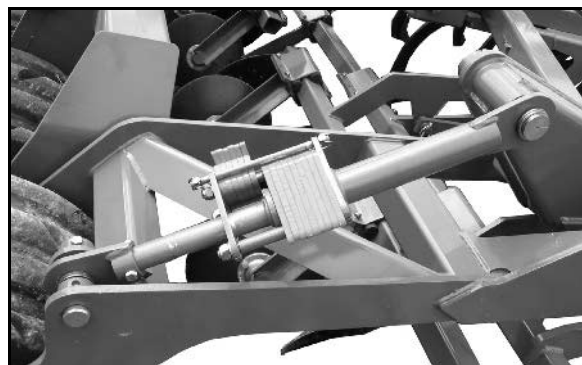

Bild 49
- genom inställningselementen bakre valsar till höger och vänster (Bild 49),